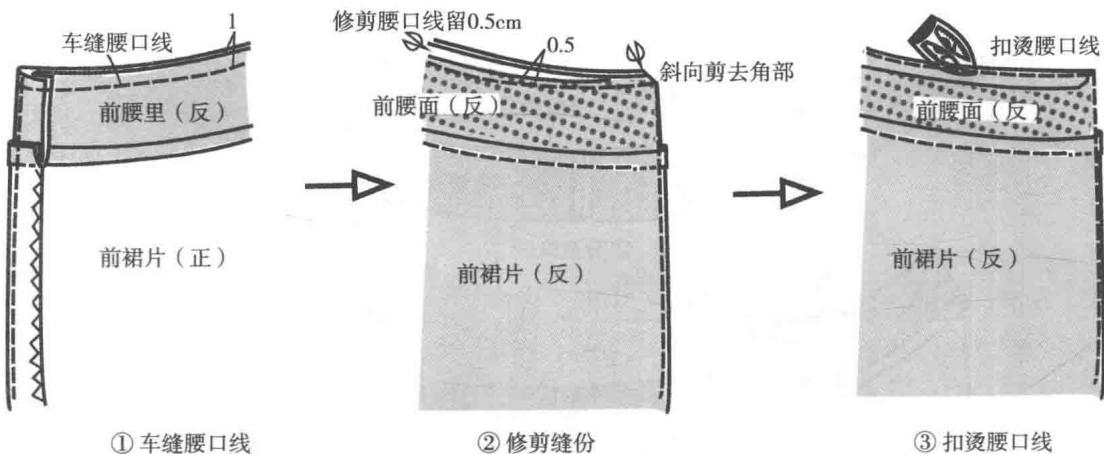

图1-1-13 腰口面里缝合
## 7. 缝合腰口线并修剪、扣烫缝份（图1-1-13）
(1) 车缝腰口线：腰里朝上，在拉链开口处折转缝份，按 $1\text{cm}$ 车缝（图1-1-13 ①）。
(2) 修剪缝份：先斜向修剪腰头两端开口的角部，再将腰口线的缝份修剪留 $0.5\text{cm}$ （图1-1-13 ②）。
(3) 扣烫腰口线：腰面朝上，折转腰口线缝份（腰口缝合线刚好露出），用熨斗
进行扣烫(图1-1-13③)。